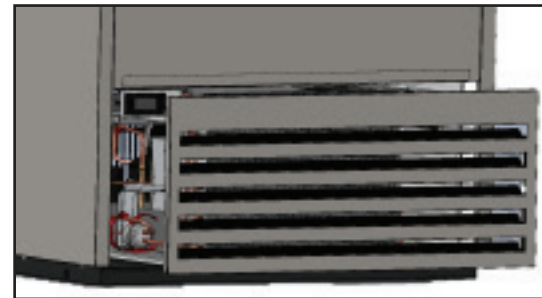

Abb. 2. Schrauben entfernen.
3. Ziehen Sie an der Gitterbaugruppe, um sie von den Magnethalterungen zu lösen. Siehe Abb. 2.